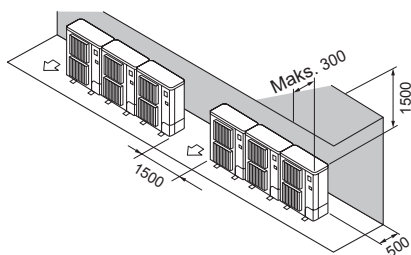

Fig. 2-14
- ② Hindringer kun bak og over (Fig. 2-14)